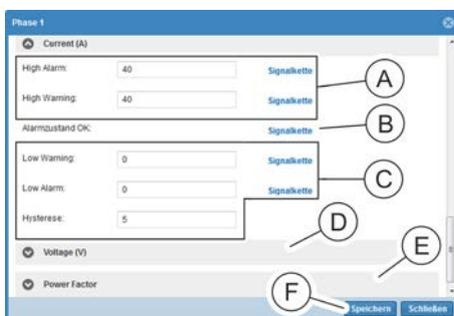

Abb. 176: Fenster "Phase <Nr.>"
- 4. ➔ Im Bereich „Current (A)“ einen Wert für „High Warning“ und „High Alarm“ eingeben (Abb. 176/A) und eine Signalkette zuweisen. Dazu auf die Schaltfläche „Signalkette“ klicken.
6. Im Bereich „Current (A)“ dem Parameter „Alarmzustand OK“ (Abb. 176/Ⓒ) bei Bedarf eine Signalkette zuweisen (analog zu Schritt 4 und 5).
7. Im Bereich „Current (A)“ einen Wert für „Low Alarm“, „Low Warning“ und „Hysterese“ eingeben (Abb. 176/Ⓒ) und eine Signalkette zuweisen (analog zu Schritt 4 und 5).
8. Schritte 4 – 7 für den Bereich „Voltage“ zur Einstellung des Spannungsbereichs wiederholen (Abb. 176/Ⓒ).
9. Schritte 4 – 7 für den Bereich „Power Factor“ zur Einstellung des Leistungsfaktors wiederholen (Abb. 176/Ⓒ).
10. Auswahl über die Schaltfläche „Speichern“ (Abb. 176/Ⓔ) bestätigen.